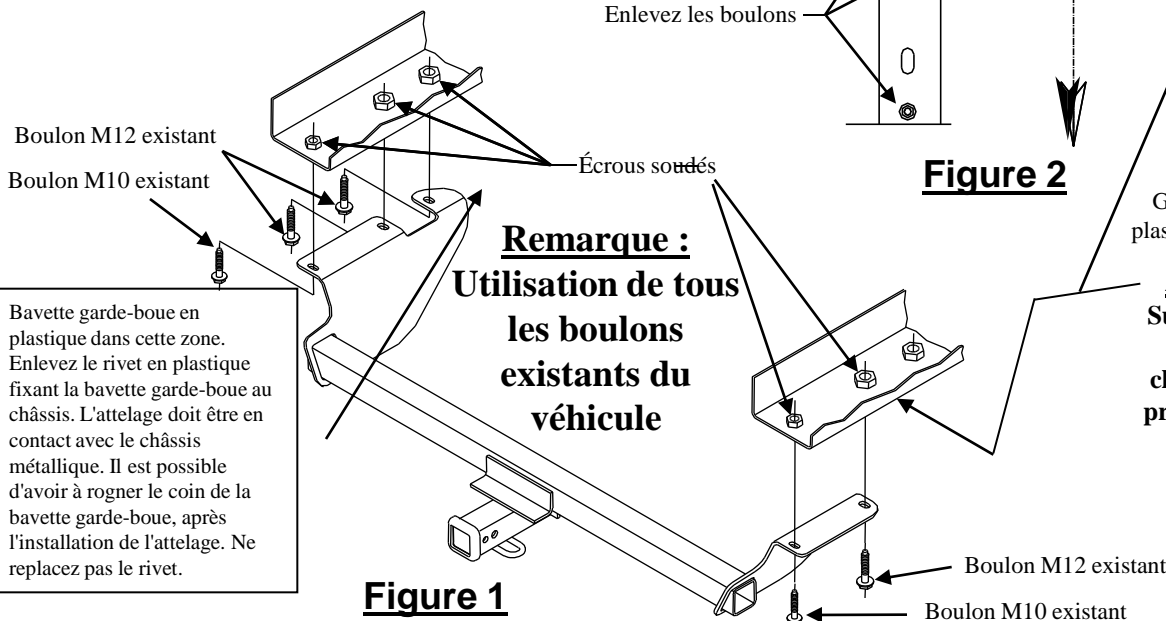
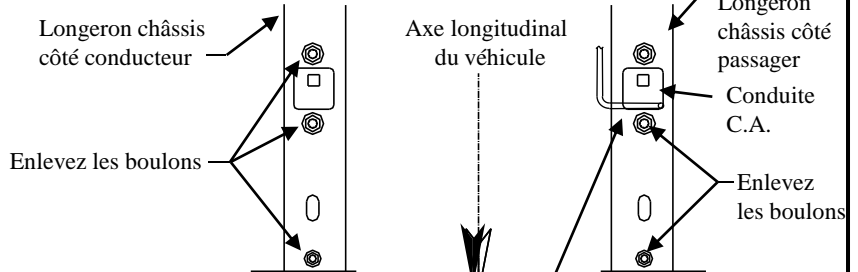

Figure 1
Figure 2
2. Enclencher la gaine isolante de plastique en place au-dessus de la conduite de climatisation du côté passager, à proximité du boulon s'il est présent. Voir la Figure 2 ci-dessus.
3. Enlevez les boulons existants des longerons comme illustré à la Figure 2, (3) du côté conducteur et (2) du côté passager, puis conservez-les pour le montage de l'attelage.
4. Enlevez le rivet en plastique fixant la bavette garde-boue au châssis du côté conducteur. Il est possible d'avoir à rogner le plastique après l'étape (4). Ne remplacez pas le rivet en plastique.
5. Levez l'attelage en position comme illustré à la Figure 1 et fixez-le avec les boulons existants enlevés à l'étape 2. Serrez-les à la main.